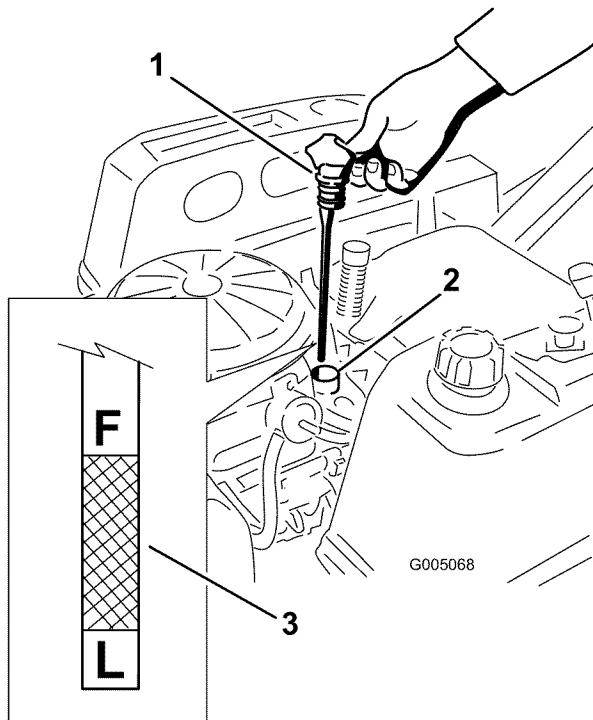
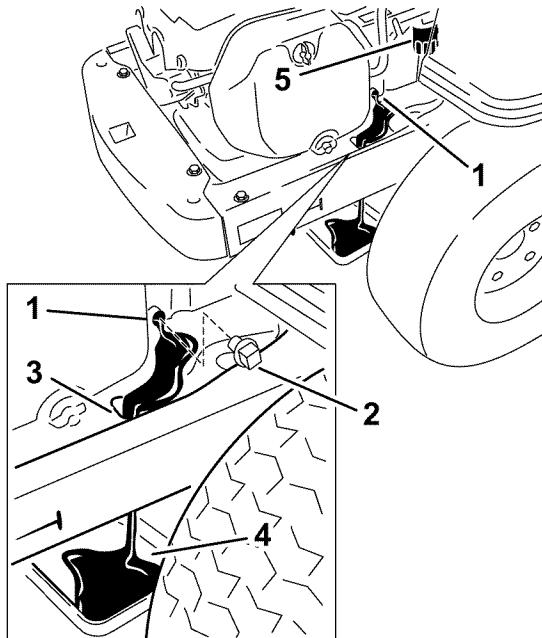

Figura 23
Figura 24
- Retire el tapón de llenado/varilla de aceite y límpielo. Vuelva a colocar la varilla y empuje firmemente para asentarla en su lugar (Figura 23).
- Limpie la zona alrededor del tapón de vaciado del bastidor de la máquina. Coloque un recipiente debajo de la máquina, directamente debajo del orificio de vaciado del bastidor, según se muestra en Figura 24.
- Retire el tapón de vaciado de aceite (Figura 24). Retire el tapón de llenado/varilla (Figura 23).
- Retire el filtro usado y límpie con un paño la superficie de montaje (Figura 24).
- Cuando se haya drenado completamente el aceite, coloque el tapón de vaciado. Apriete el tapón a 14 Nm (125 pulgadas-libra). Limpie cualquier exceso de aceite del bastidor (Figura 24).
- Vierta lentamente un 80% aproximadamente de la cantidad especificada de aceite por el tubo de llenado (Figura 23).
- Coloque firmemente el tapón de llenado/varilla (Figura 23).
- Compruebe el nivel de aceite (Figura 23); consulte Verificación del nivel de aceite.